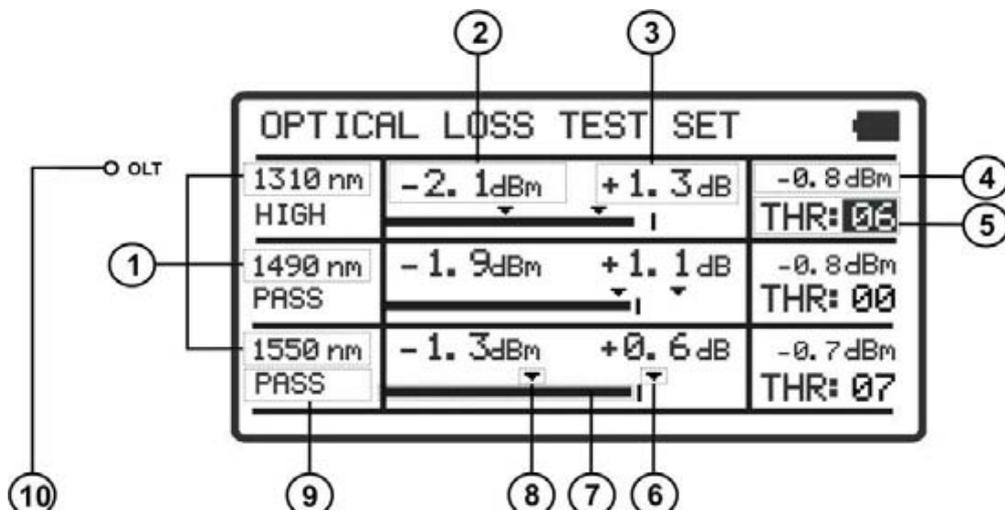

Figure 8.- Écran OPTICAL LOSS TEST SET.
- 3 Appuyez sur **SEL** pour rentrer a l'écran (Voir figure 8).